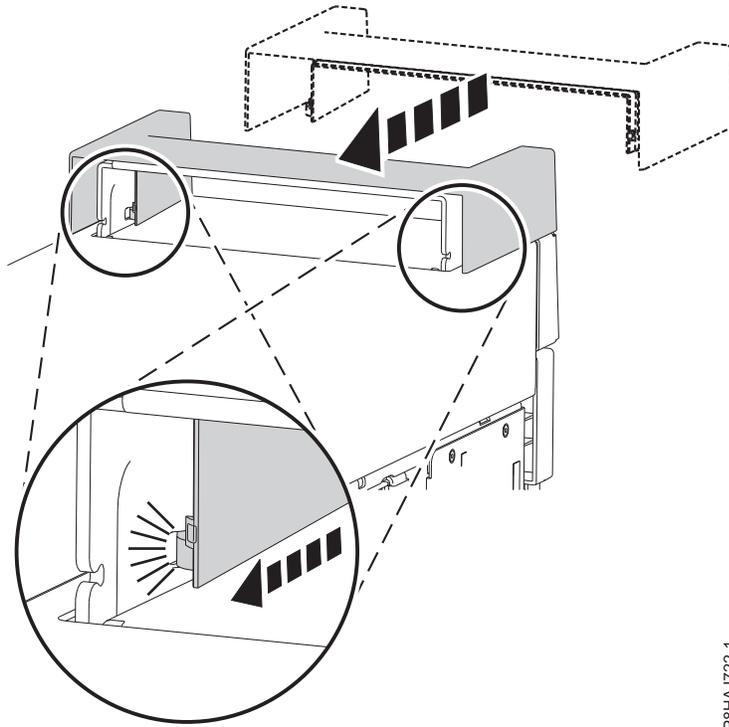

Figure 140. Mise en place de la poignée sur un système autonome 8286-41A
1. Fixez la poignée à la station d'accueil RDX interne (FC EUA3) en la faisant coulisser vers l'arrière du système. Voir figure 140.